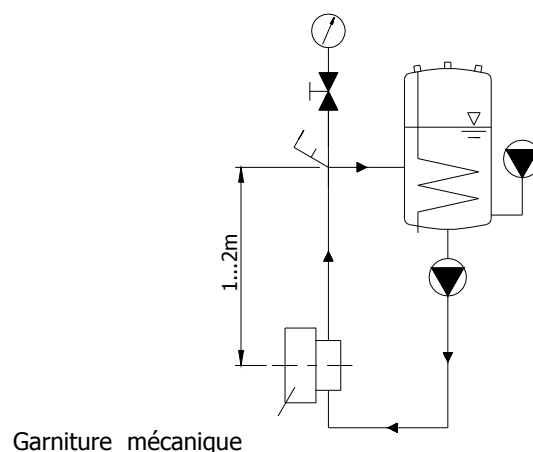

Figure 4.6.1 : Schéma d'installation du réservoir de pressurisation.
**Installez TOUJOURS le réservoir de pressurisation à une hauteur comprise entre 1 et 2 mètres par rapport à l'axe du mixeur. Voir la figure 4.6.1.**
**Raccordez TOUJOURS l'entrée de liquide de refroidissement à la connexion inférieure de la chambre d'étanchéité. De cette façon, celle de l'aspiration se fera sur la partie supérieure. Voir la figure 4.6.1.**